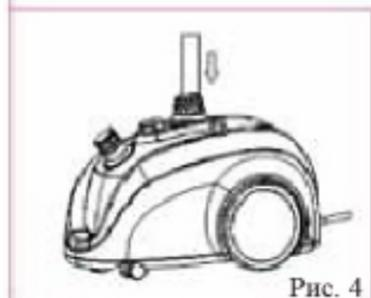

Рис. 4
4. Вставьте нижнюю часть стойки в базу как на рис.4 таким образом, чтобы держатель был повернут лицом к задней части отпаривателя (см.рис.1) такое расположение держателя обеспечит стабильность отпаривателя, когда одежда висит на крючке.